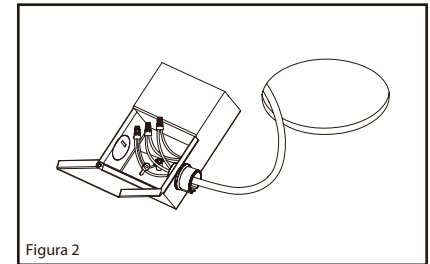

Figura 2
2. Abra la tapa de la caja de conexiones. Empuje y quite uno de los agujeros ciegos en el panel lateral de la caja del embutir. Instale el alivio de tensión del cable de alimentación (no incluido). (Figura 2)
3. Lleve el alivio de tensión del cable de alimentación a la caja de embutir a través de los agujeros ciegos en el panel lateral. Usa los conectores para cables para conectar el cable blanco de alimentación eléctrica con el cable blanco de la caja de conexiones. Haga que coincida con el cable negro de la alimentación eléctrica se conecta con los conectores para cables con el cable negro de la caja de conexiones. Y haga que coincide el cable de cobre de la alimentación eléctrica con el cable verde de la caja de conexiones. (Figura 2)
4. Vuelva a colocar todos los cables y conexiones en caja de embutir y cierre la tapa de forma segura. (Figura 2)